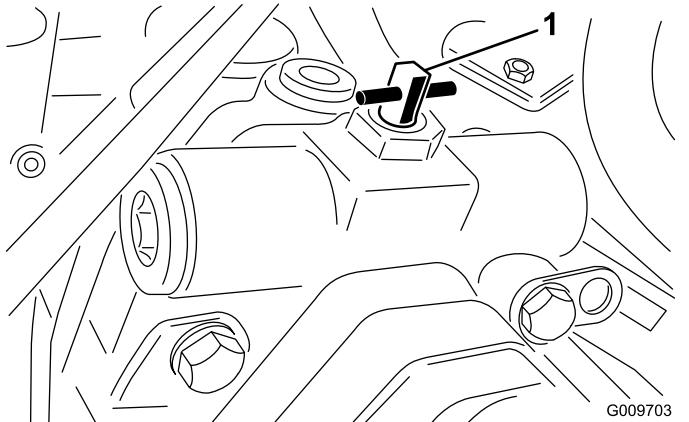

Bild 63
3. Drehen Sie das Sicherheitsventil um eine Vierteldrehung nach rechts oder links, um es zu öffnen und das Öl intern umzuleiten (Bild 63).
2. Drehen Sie das Sicherheitsventil um eine Vierteldrehung nach rechts oder links, um es zu öffnen und das Öl intern umzuleiten (Bild 63).